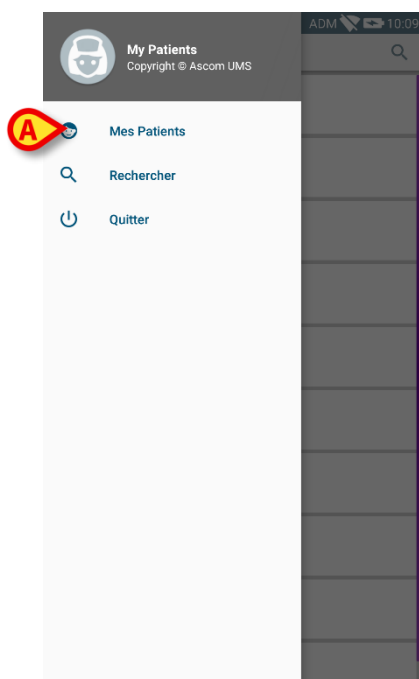

Fig 33
Le menu suivant s'ouvrira (Fig 33).
- Taper sur **Mes Patients** (Fig 33 **A**).